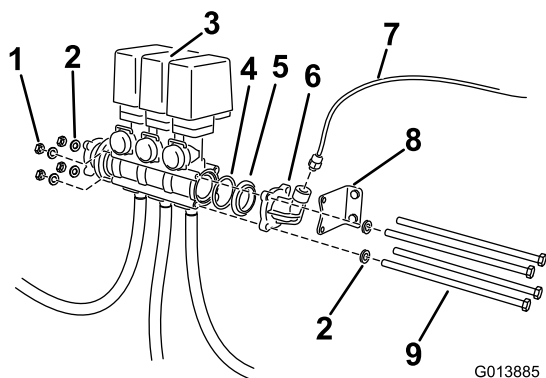

Figura 4
2. Allentate i bulloni lunghi e gli elementi di fissaggio che reggono il gruppo valvola (Figura 4). Rimuovete e conservate tutti gli elementi di fissaggio. Spostate il gruppo valvola a destra.
3. Rimuovete il riduttore del raccordo a gomito e la guarnizione (Figura 4). Individuate l'o-ring inserito nel corpo della valvola. Conservate tutte le parti. Allontanate la staffa dal gruppo valvola preesistente.